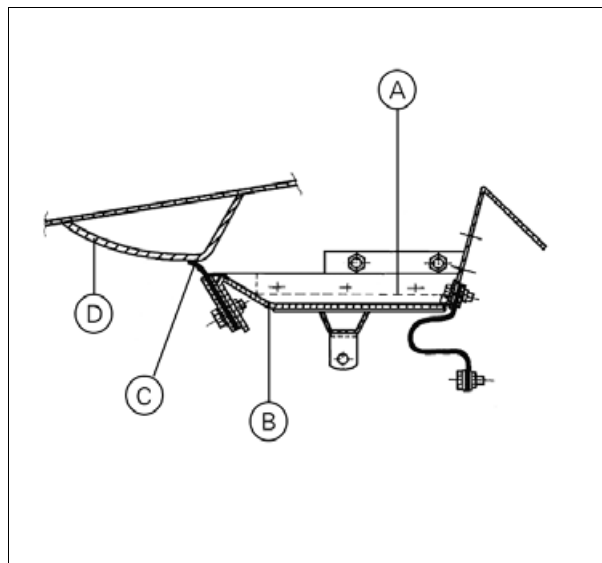

Рис. 3.
- Отрегулируйте положение боковых уплотнений (А) (рис. 3), так чтобы они плотно прилегали к днищу камнеуловителя (В).
- После установки приемного элеватора убедитесь, что передняя уплотнительная лента (С) плотно прилегает к днищу элеватора (D) (рис. 3).